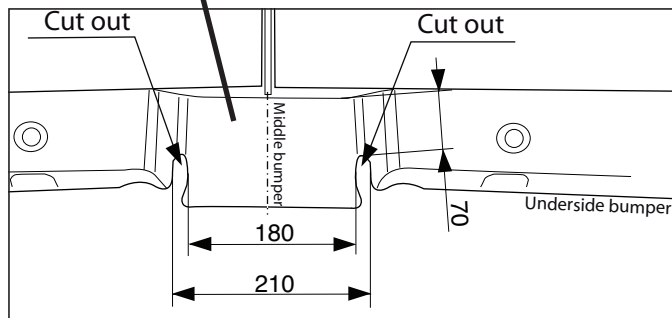

Fig.2
3. Выпилить обозначенные части, как указано на рис. 2. **(Opel Movano)**
6. Поставить боковую панель (С) / (D) в точках Е и F .